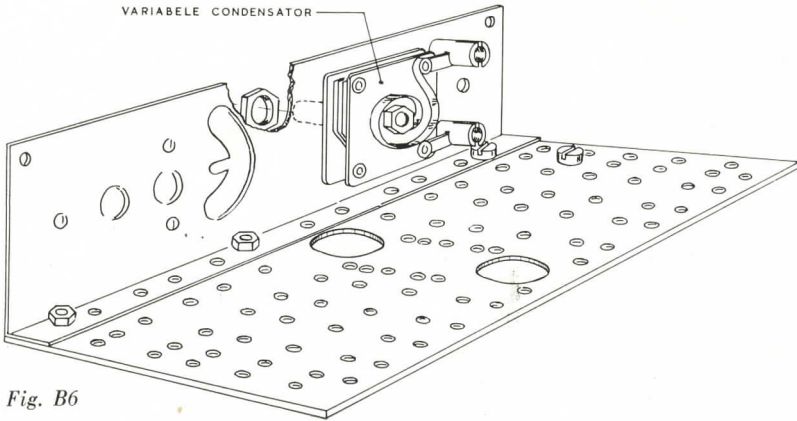

Fig. B6
3. Maak nu de variabele condensator vast aan de metalen montageplaat, die je al hebt vastgezet. Zorg er voor, dat de twee draadklemmen, die je zojuist hebt bevestigd aan de aansluitlippen, de montageplaat **niet raken**. De klemmen moeten recht voor de grote gaten komen. (Figuur B6.)